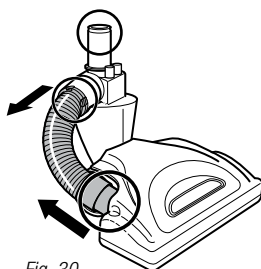

Fig. 30
- Saque la manguera de la parte de arriba del cepillo eléctrico presionando las pestañas entre sí y tirando hacia fuera y en la parte de abajo, sacando el conector. Inspeccione el interior de los 3 agujeros. **(Fig. 30)**